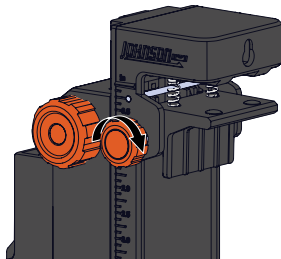

Figura 29
2. Para instalar el accesorio de montaje en riel en un riel, gire la perilla de ajuste más pequeña para abrir la abrazadera del riel. (Figura 29)